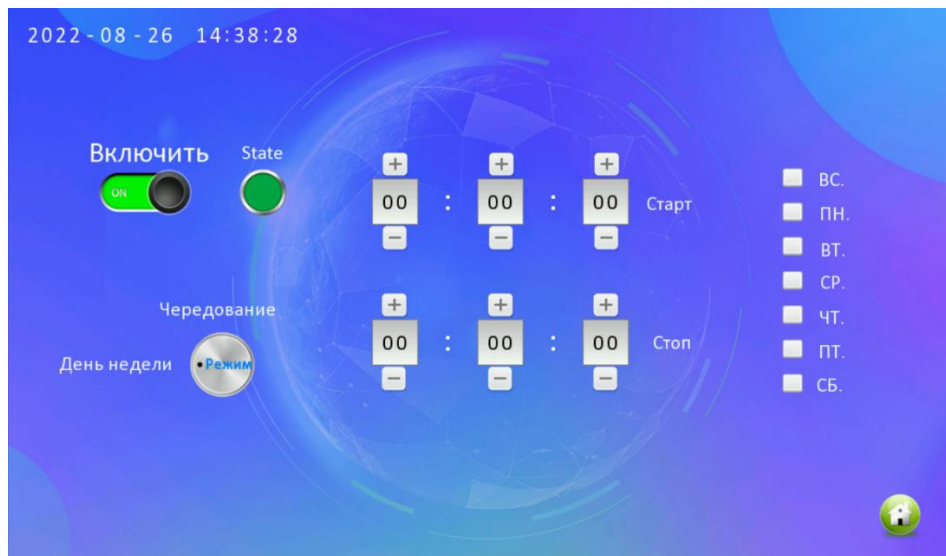

Рисунок 3 - Меню настройки расписания работы насосной станции
9. Кнопка перехода в меню настройки расписания запусков насосной станции (Рисунок 3);
При переходе в некоторые пункты меню система может запросить пароль. Пароль по умолчанию 888888, введите в поле (Рисунок 3) и нажмите кнопку подтверждения.